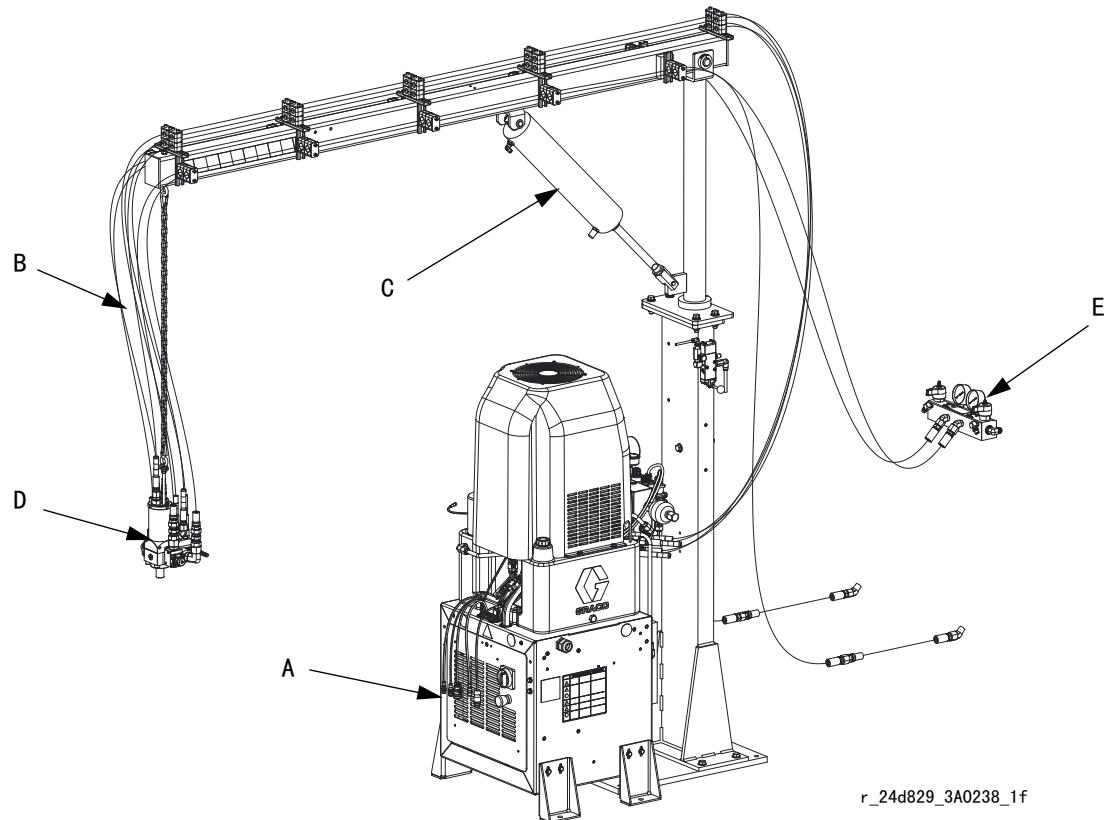

图 1：典型安装
- 确保敷料装置（D）的软管连接正对吊杆。请参见图 1（第 10 页）。